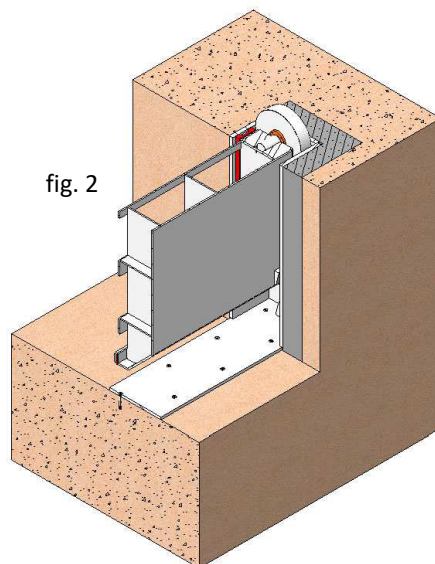
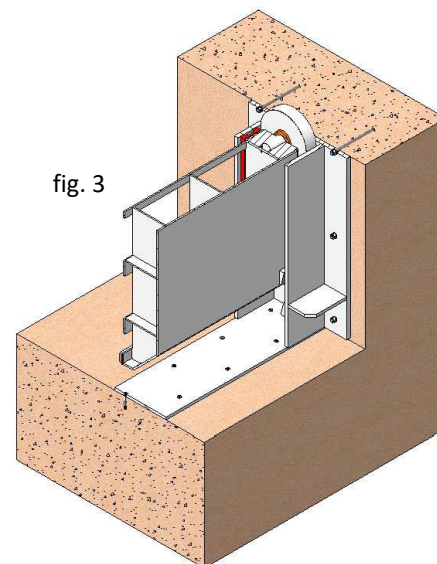

fig. 2
fig. 3
Como estas comportas costumam trabalhar sob cargas elevadas de água, geram-se forças de valor considerável e a melhor opção para transmitir estas forças à obra civil e assegurar a fixação mais adequada da comporta é a betoneagem, mas como podemos ver também existem outras opções de montagem na fig. 2 e fig. 3.
- Para montar a comporta através de ancoragens de expansão ou químicas (fig. 3), efectuar os seguintes passos: